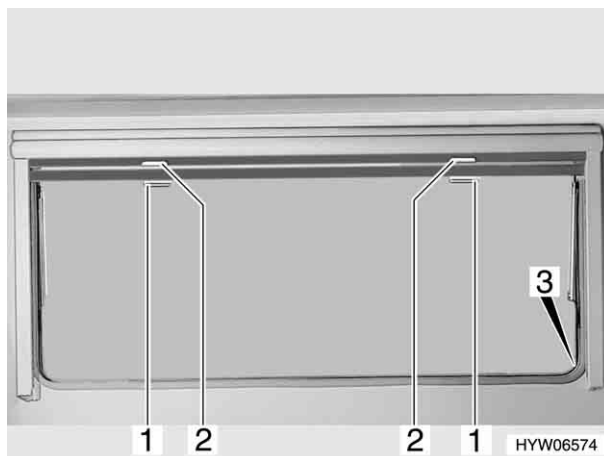

Fig. 29 Finestra apribile
- Tirare verso il basso l'oscurante a rullo accompagnandolo con la maniglia (Fig. 29,2). Quando si chiude completamente l'oscurante a rullo esso va agganciato da entrambi i lati del telaio della finestra nell'apposito elemento di fissaggio (Fig. 29,3).
- Quando l'oscurante a rullo è completamente chiuso: spingere la maniglia (Fig. 29,2) verso il basso ribaltandola leggermente in avanti. Sganciare l'oscurante a rullo dagli elementi di fissaggio a destra e a sinistra del telaio della finestra.
- Tirare la maniglia (Fig. 29,1) della zanzariera a rullo verso il basso e agganciarla all'elemento di fissaggio (Fig. 29,3) su entrambi i lati del telaio della finestra.
- Spingere la maniglia (Fig. 29,1) verso il basso ribaltandola leggermente in avanti. Sganciare la zanzariera a rullo dagli elementi di fissaggio a destra e a sinistra del telaio della finestra.